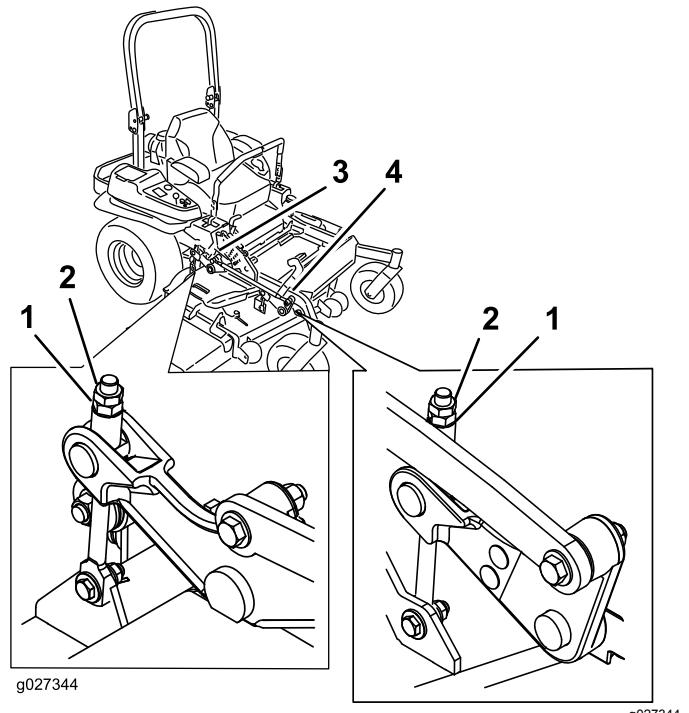

Bild 97
10. Drehen Sie die Einstellmutter am Frontmähwerkhub, um eine genaue Einstellung zu erreichen (**Bild 97**).